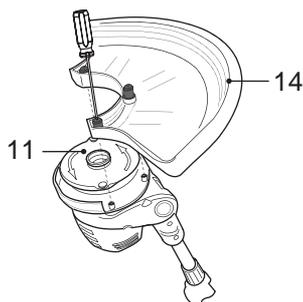

Fig. 1
- > Fixez le capot avec les vis de montage, que vous serrerez ensuite avec un tournevis. (Fig. 1)